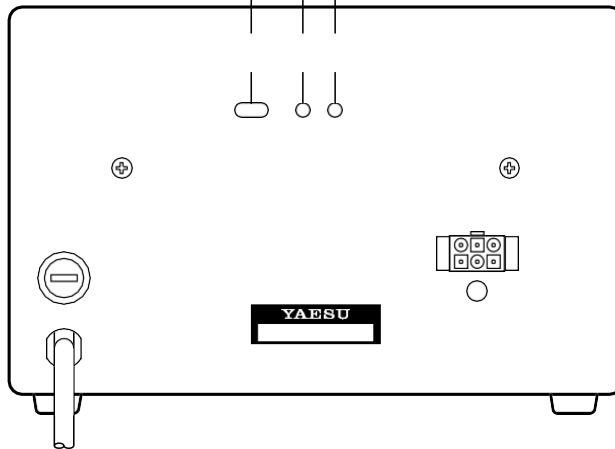

Figure 2
7. Maintenez le commutateur **RIGHT** (rotation à droite) enfoncé et continuez à tourner vers la droite jusqu'à ce que les repères de calibrage (de l'étape 6) soient à nouveau alignés avec précision. Vérifiez maintenant l'aiguille de l'indicateur, qui doit également avoir effectué une rotation complète de 360° de manière à pointer exactement vers 0°. *Si l'aiguille de l'indicateur ne pointe pas exactement vers 0°, allez sur le panneau arrière du contrôleur et réglez le commutateur de sélection du potentiomètre de réglage (voir figure 2) sur la **bonne** position. Utilisez maintenant un petit tournevis pour régler le potentiomètre de réglage de l'aiguille de l'indicateur (figure 2) afin que l'aiguille de l'indicateur pointe exactement sur 0°.*